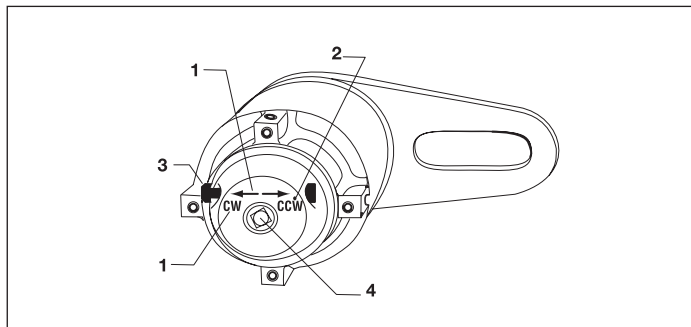

Fig. 3, Detalhe da extremidade de Entrada (mostrado conjunto de rotação CW)
Calota seletora (Fig. 3, Item 3) deve ser ajustada na posição de neutro e a posição de neutro do conjunto de parafusos (Fig. 3, Item 3) deve ser apertada para travar a calota seletora na operação com unidade de energia. Ela controla a direção rotacional do multiplicador de torque para entradas aplicadas manualmente. (Não disponíveis nos modelos E290+, E291, E391). Ferramentas de impacto não devem ser usadas para acionamento com energia, danos ao multiplicador podem ocorrer.
2. Ajuste a direção de rotação desejada, pressionando a calota seletora (Fig. 3, Item 3) na direção indicada pelas letras e setas direcionais estampadas na extremidade da caixa de entrada (Fig. 3, Item 1). EXEMPLO: “CCW” para rotação no sentido anti-horário, pressione a calota para o final na direção mostrada pela seta “CCW”. Para rotação no sentido horário, pressione a calota na direção oposta “CW”. (Não disponível nos modelos E290+, E291, E391).
Modelos com proteção anti-retorno: usando um torquímetro, aplique torque de entrada suficiente para liberar o dispositivo interno anti-retorno; mantenha o torque de entrada e pressione a calota seletora (Fig. 3, Item 3) na posição oposta. (EXEMPLO: Calota seletora na posição “CW” requer re-início para posição “CCW”). Vagarosamente, alivie o torque de entrada. (Não disponível nos modelos E290+, E291, ou E391).
Use uma ferramenta de **não-impacto** aprovada com modelos: (E391, E392, E393, E492, E493, E494 ou E495 somente). **Trave a calota seletora na Posição Neutro**, centrando entre as posições “CW” e “CCW” e apertando o conjunto de parafusos (fig 3, Item 2).